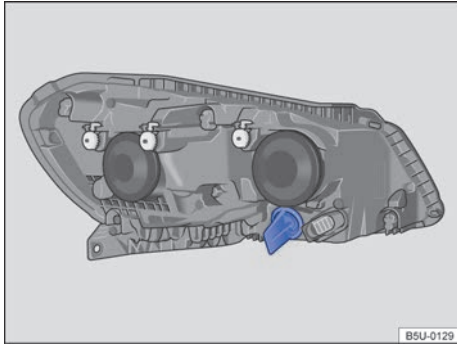
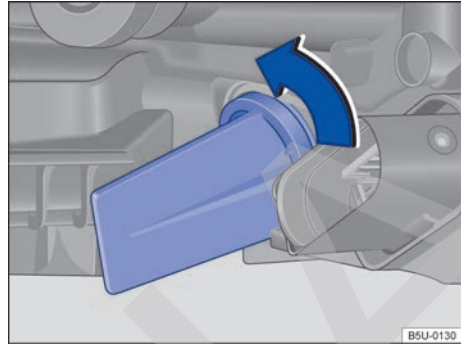

Fig. 177 En el compartimento del motor: ubicación de la lámpara incandescente del Indicador de dirección delantero.
Fig. 178 Portalámparas incandescente del Indicador de dirección delantero.
3. Girar el portalámparas ⇒ fig. 177, en el sentido de la flecha ⇒ fig. 178, y desengancharlo del alojamiento.
8. Presionar el portalámparas hasta el batiente y girar en el sentido contrario al de la flecha ⇒ fig. 178.